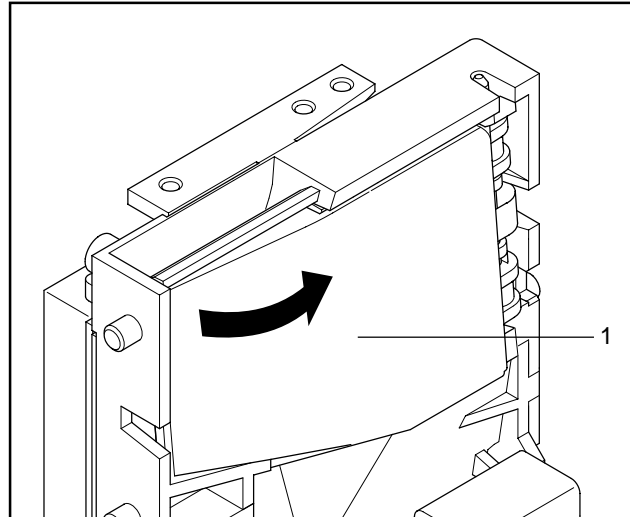

Fig. 8: Ouvrir la porte-glissoir
2. Ouvrez prudemment la porte-glissoir **1** sur le côté gauche et la tenez ouverte (Fig. 8).